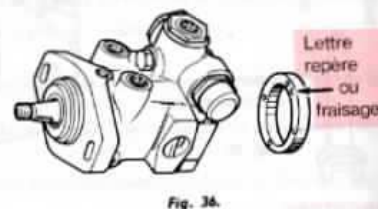

Fig. 36.
- Orienter la bague excentrée de façon que la lettre repère soit placée au plus près et entre les orifices d'entrée et de sortie de la pompe à palettes, sur le carter (fig. 36).